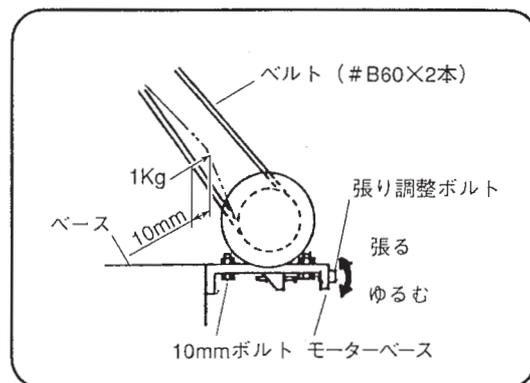

図 58
- (1) モーターを取付けている10mmボルト（4個）をゆるめ、張り調整ボルト（10mm）をまわして、ベルトの張りを調整します。（図58）1kgで押したときに10mmたわむよう調整します。
- (2) 次に10mmボルト（4個）を締めて、モーターをしっかりと固定してください。